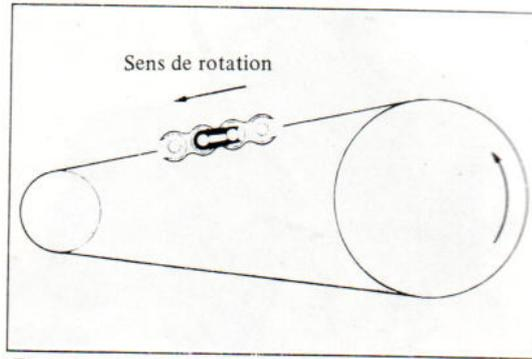

Fig. 31 Sens de rotation
- 4) En refermant la chaîne, s'assurer que l'agrafe de l'attache rapide est posée dans le bon sens. (Fig. 31)